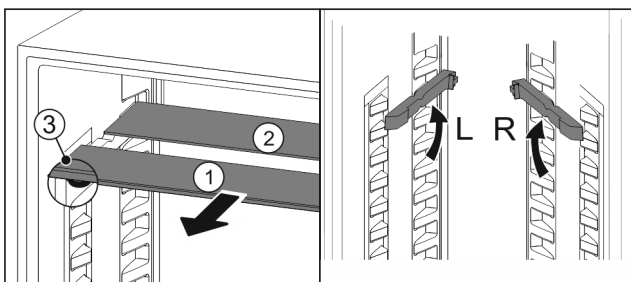

Fig. 84
- ▶ Посуньте Fig. 84 (1) скляну панель вперед.
- ▶ Скляна панель Fig. 84 (1) з декоративною планкою лежить спереду.
- ▶ Стопори Fig. 84 (3) показують вниз.